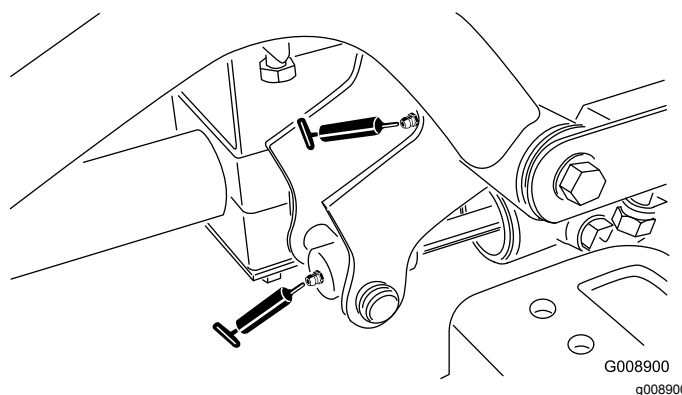

Figura 33
- Pivote (2) y cilindro de elevación del brazo de elevación delantero derecho (Figura 33)